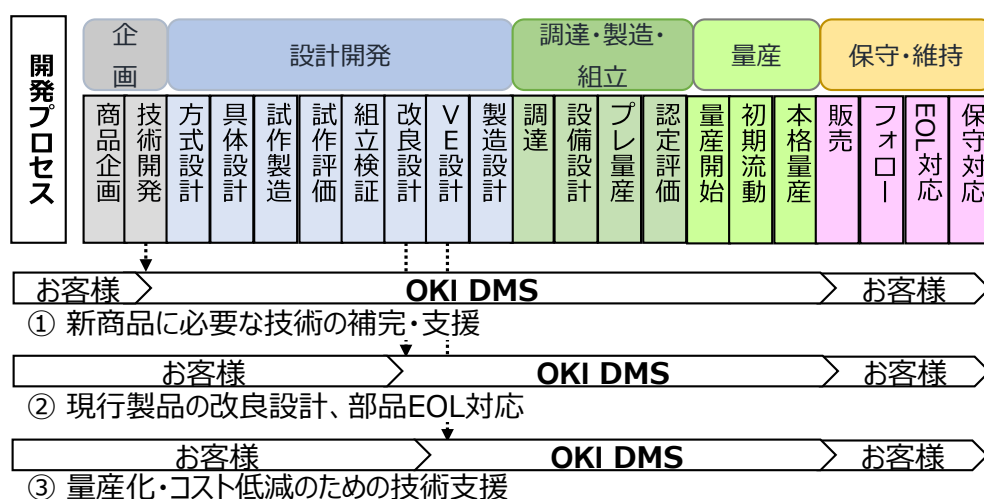

図3 OKI DMS活動の範囲
①新商品に必要な技術の補完・支援
お客様が持つコア技術を使った新製品を開発するにあたって、自社にない技術の外部調達や自社だけでは知見が不足する技術分野に、OKIグループで保有・蓄積した技術を活用して、短期間で新製品開発を行っていくようなケースである。(図3-①)
②現行製品の改良設計、部品EOL対応
お客様の設計リソースは新機種開発に集中するために現行製品の改良/後継機の開発や部品EOL対応などの改良設計を外部に委託するようなケースである(図3-②)。
③量産化、コスト低減のための技術支援
お客様の方で試作機の開発、技術検証まで完了させたものをベースに、量産化にあたっての小型化対応や現行製品原価低減のための改良設計（VE設計）委託のケースである。（図3-③）